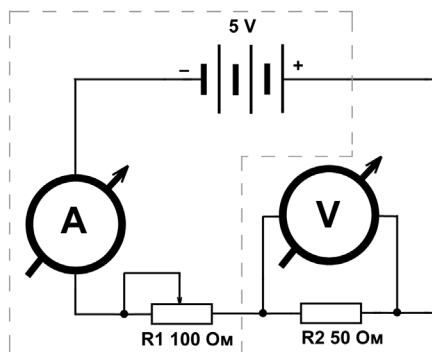

Рис. 1.3. Схема для изучения свойств цепи с двумя резисторами
Выход из этой ситуации показан на рис. 1.3 (заметьте, мы от схематического изображения проводника из длинной проволоки, имеющей некое сопротивление, перешли к стандартному обозначению резисторов, как это делается в настоящих электрических схемах, см. Приложение 1). Здесь нам уже не нужен регулируемый источник питания. Питается схема от батареи из трех гальванических элементов, например, типа D, соединенных последовательно (или одной типа 3336, см. Приложение 2). Каждый такой элемент (если он еще не был в эксплуатации) дает напряжение примерно 1,6 В, так что суммарное напряжение будет почти 5 В, как и указано на схеме (под нагрузкой и по мере истощения элементов напряжение немного упадет, но ошибка в данном случае не играет большой роли).
В схеме на рис. 1.3 мы можем выделить, как показано пунктиром, ее часть, включив туда батарейку и переменный резистор R1. Тогда этот резистор (вместе с сопротивлением амперметра, конечно) можно рассматривать, как *внутреннее сопротивление* источника электрической энергии, каковым выделенная часть схемы станет для нагрузки, роль которой будет играть R2. Любой источник, как легко догадаться, имеет свое внутреннее сопротивление (электронщики часто употребляют выражение «выходное сопротивление») — хотя бы потому, что у него внутри есть провода определенной толщины.
уже обычный резистор, включенный последовательно с источником напряжения (не тока!), как R_1 на рис. 1.3, при условии, что сопротивление нагрузки мало ($R_2 \ll R_1$), может служить хорошей моделью источника тока. Еще ближе к идеалу транзисторы в определенном включении, и мы с этим разберемся позднее.
Второй закон Кирхгофа гласит: *алгебраическая сумма падений напряжения вдоль любого замкнутого контура электрической цепи равна нулю*. Его легко проиллюстрировать на примере нашей схемы рис. 1.3 — там сумма падений напряжений на всех резисторах (включая внутреннее сопротивление батарейки, сопротивление амперметра, которым мы пренебрегали, и т. д.) равна напряжению батарейки. Иначе и быть не может — куда оно, напряжение батарейки, тогда денется?
- если номиналы резисторов различаются во много раз, то общее сопротивление примерно равно большему номиналу. Типичный случай: в примере на рис. 1.3 мы игнорируем сопротивления проводов и амперметра, т. к. они много меньше сопротивлений резисторов.
- если номиналы резисторов различаются во много раз, то общее сопротивление примерно равно меньшему номиналу. Это также можно иллюстрировать на примере рис. 1.3, где мы игнорируем наличие вольтметра, включенного параллельно R_2 , т. к. его сопротивление намного больше сопротивления резистора.